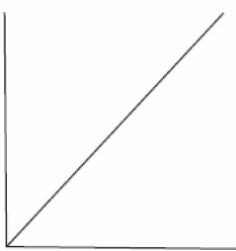

Fig.1
- V2 auf den null Punkt verfügt über eine lineare Beziehung wie in Abb. 1.